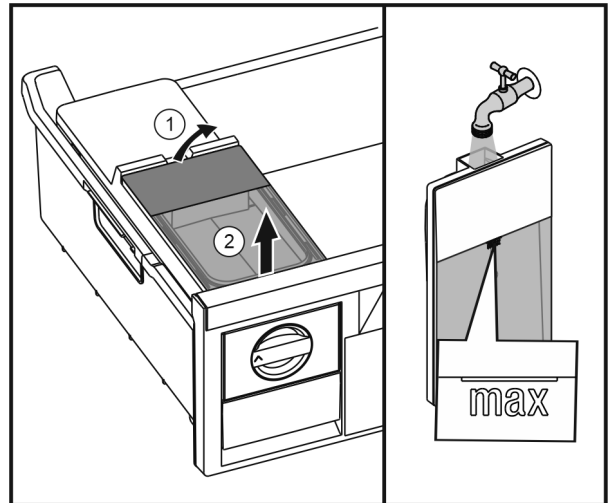

Fig. 39
- ▶ Підняти бак для води ззаду Fig. 39 (1) та вийняти вгору Fig. 39 (2).